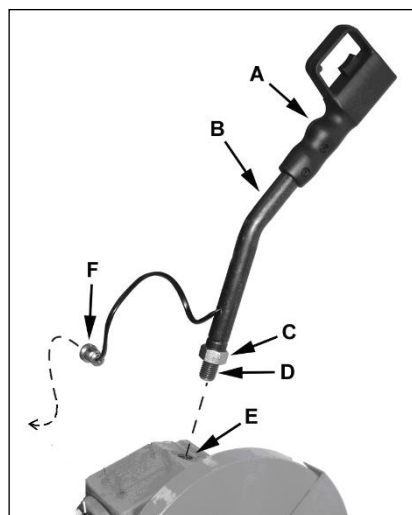

Рис. 1
Завинтите резьбовую часть (D, Рис. 1) управляющей ручки (B) в резьбовое отверстие (E). Закрепите контргайку (C).
Загорится зеленая лампа подачи питания (Y). Запустить станок можно нажав пальцем пусковую кнопку на управляющей ручке (A, Рис.1).